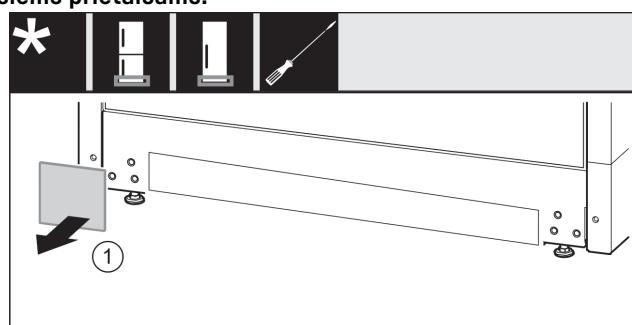

Fig. 14
- Nuimkite uždangala. Fig. 14 (1)